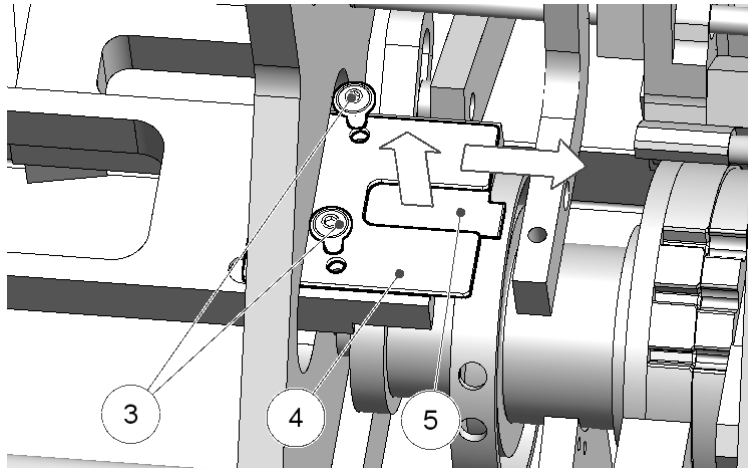

Abb. 21: Hülsentrennmesser wechseln
- Mit Inbusschlüssel Größe 2,5 die beiden Schrauben (vgl. Abb. 21, Pos. 3) entfernen.
- Trennmesserdeckel (vgl. Abb. 21, Pos. 4) entfernen.
- Hülsentrennmesser (vgl. Abb. 21, Pos. 5) wechseln.